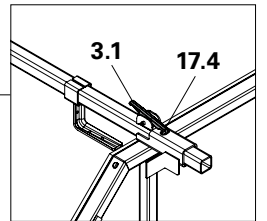

Fig. A11.08a
2. Le crochet de sécurité (3.1) doit s'engager dans le trou (17.4). (Fig. A11.08a)
- Le crochet de sécurité (3.1) doit être maintenu en position par la force du ressort. Ne pas utiliser la fixation de garde-corps MXK si le ressort ne fonctionne pas. (Fig. A11.08a)